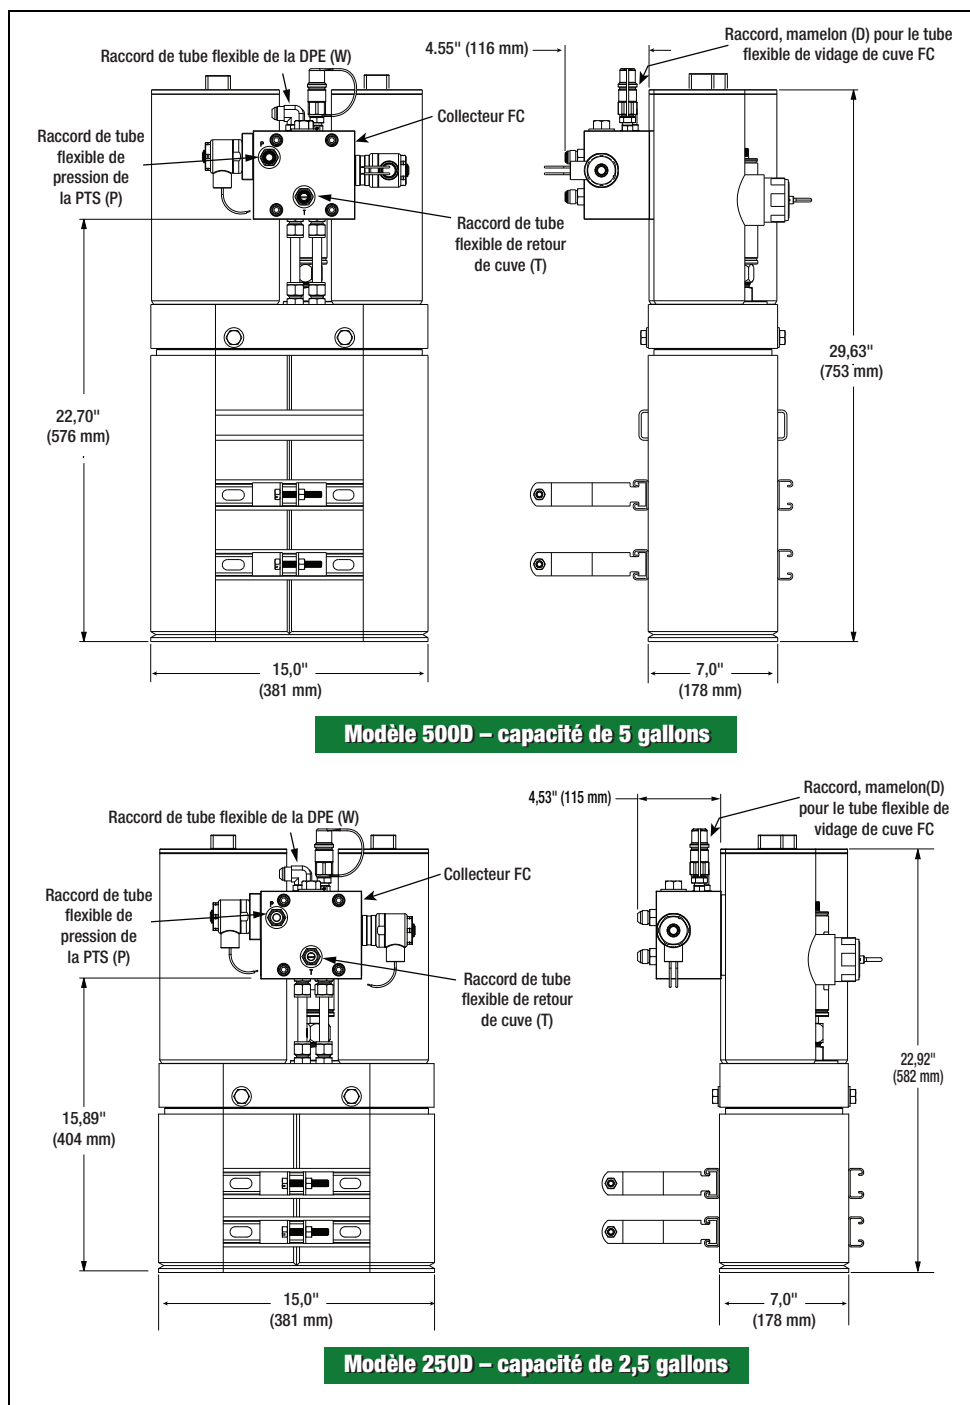

Figure 13. Dimensions du FC
1. Les dimensions des deux modèles HydrX sont illustrées à la Figure 13. Un dégagement de 10 pouces est nécessaire entre le haut des capuchons de filtres et le puits afin de faciliter le remplacement des éléments filtrants.